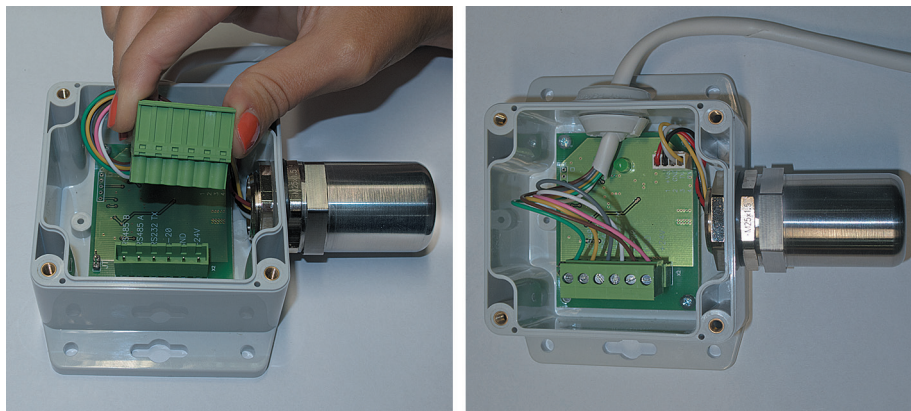

Рис.8. Установка кабельной колодки
- Установите кабельную колодку в коннекторы, убедитесь в том, что защелки зафиксировали разъем (рис.8). Вытяните излишки кабеля наружу через кабельный ввод, закрутите фиксирующую гайку на кабельных вводах (если есть) для герметизации соединения.